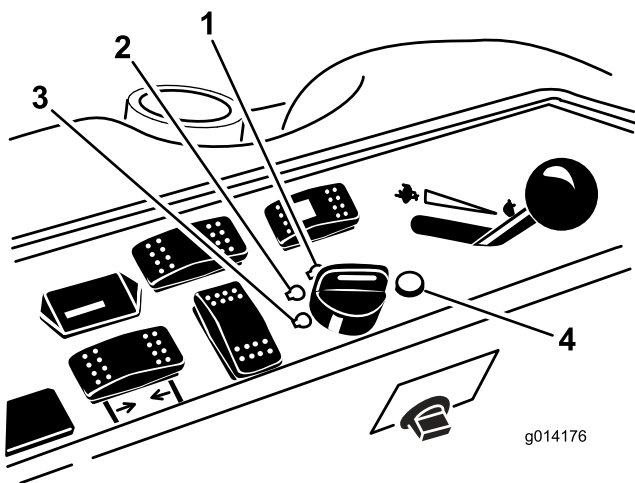

Figura 22
6. Gire el interruptor de encendido a la posición MARCHA (Figura 22).